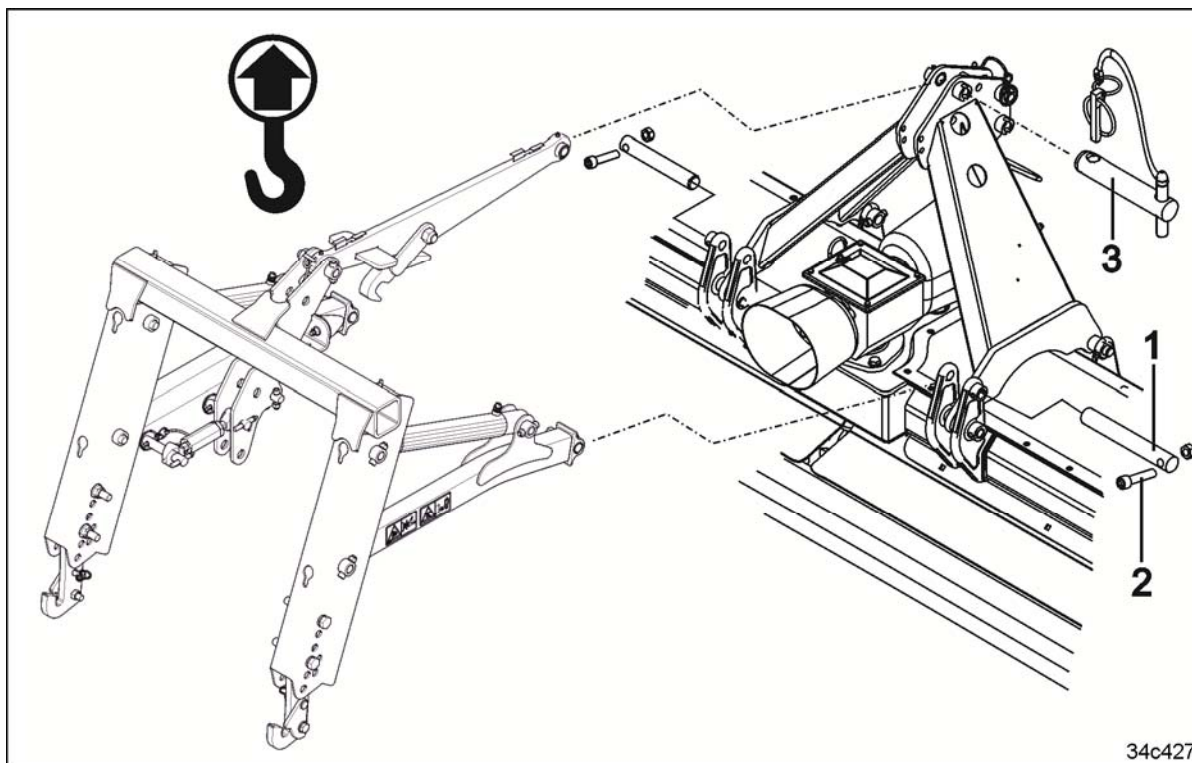

Fig. 87
5. Sæt liftrammen på ved de nederste koblingspunkter. Lås boltten (Fig. 87/1) med en skrue og møtrik (Fig. 87/2).
6. Forbind topstangen med en bolt (Fig. 87/3) og lås den med en ringsplit.